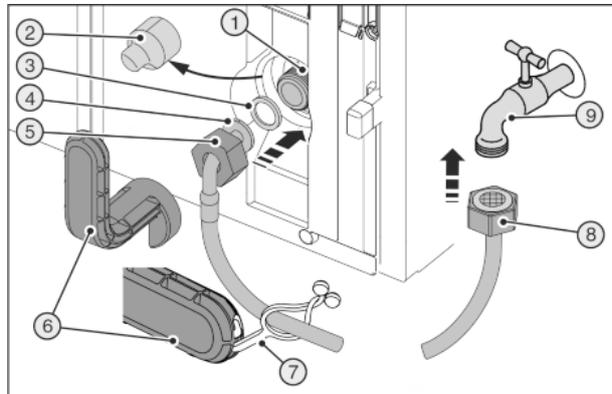
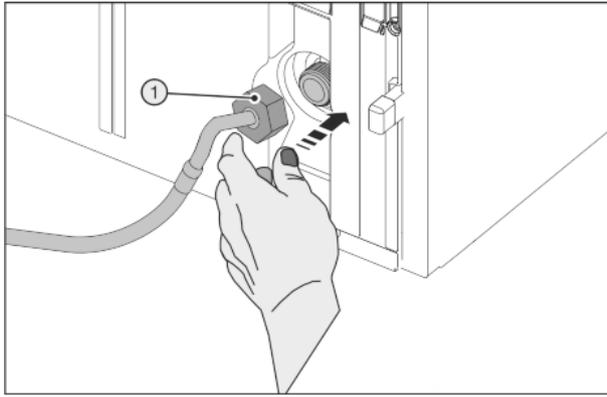

Fig. 45
Fig. 46
Outil auxiliaire Fig. 45 (6) cassé !
- ▶ Utiliser uniquement l'outil auxiliaire Fig. 45 (6) à la température ambiante.
- ▶ Retirer le cache Fig. 45 (2).
- ▶ Montage plus facile : Poser l'extrémité droite du tuyau Fig. 45 (8) à gauche sur le sol.
- ▶ Pousser à fond l'écrou Fig. 45 (5) sur l'extrémité du tuyau coudé Fig. 45 (4) et serrer.
- ▶ Humidifier le joint Fig. 45 (3) et l'enfoncer dans l'écrou Fig. 45 (5).
- ▷ Le joint Fig. 45 (3) est à plat et maintenu légèrement en place.
► Positionner soigneusement l'écrou Fig. 46 (1) et le visser droit sur le filetage avec deux doigts jusqu'à ce qu'il soit bien en place.
► Serrer l'écrou Fig. 46 (1) à l'aide de l'outil auxiliaire Fig. 45 (6) dans le sens des aiguilles d'une montre jusqu'à ce que le couple maximal soit atteint et jusqu'à ce que l'outil auxiliaire Fig. 45 (6) tourne à vide.
► Visser l'écrou Fig. 45 (8) sur le robinet d'arrêt Fig. 45 (9).
► Serrer l'écrou Fig. 45 (8) à l'aide de l'outil auxiliaire Fig. 45 (6) dans le sens des aiguilles d'une montre jusqu'à ce que le couple maximal soit atteint et jusqu'à ce que l'outil auxiliaire Fig. 45 (6) tourne à vide.
► Ouvrir le robinet d'arrêt Fig. 45 (9) de l'arrivée d'eau et vérifier que tout le système hydraulique est bien étanche.
► Accrocher la languette Fig. 45 (7) dans l'outil auxiliaire Fig. 45 (6) et la fixer au tuyau en acier inox pour la conserver.